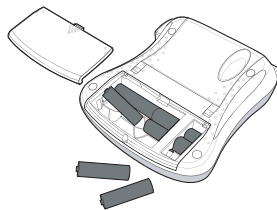

Рисунок 2
1. Снимите с принтера крышку отсека для элементов питания. См. рисунок 2.